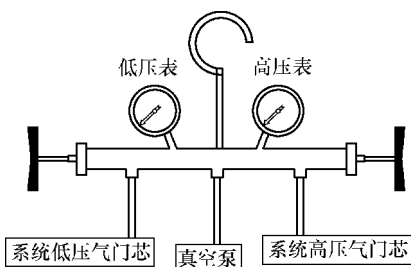

图 28-7 空调系统抽真空示意图
① 连接真空泵：如图 28-7 所示，首先将歧管压力表的高、低压软管分别与空调系统高、低压管路相连，将中间维修软管与真空泵的歧管表接头连在一起。拧紧各个接头。关闭歧管表高、低压手阀。